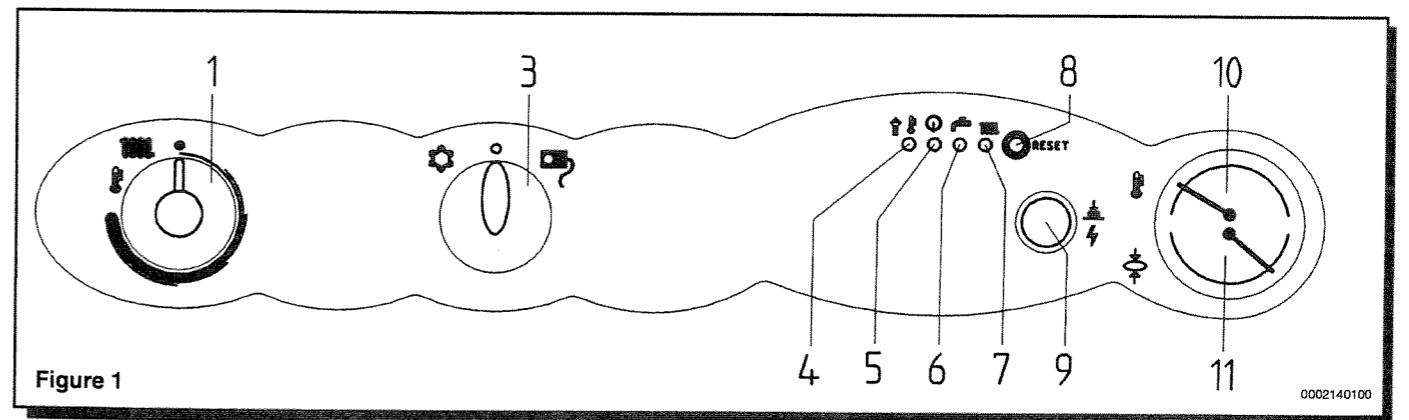

Figure 1
Important: Pour valider les fonctions de télécontrôle, il est nécessaire que le sélecteur (3) de la figure 1 soit positionné sur ETE (☞). Dans ce cas, les voyants de fonctionnement de la chaudière (5 et 6, figure 1) clignotent respectivement pour la demande de chaleur pour l'eau de chauffage ou sanitaire. Les dispositifs de réglage des températures (1 et 2, figure 1) ne sont pas validés.